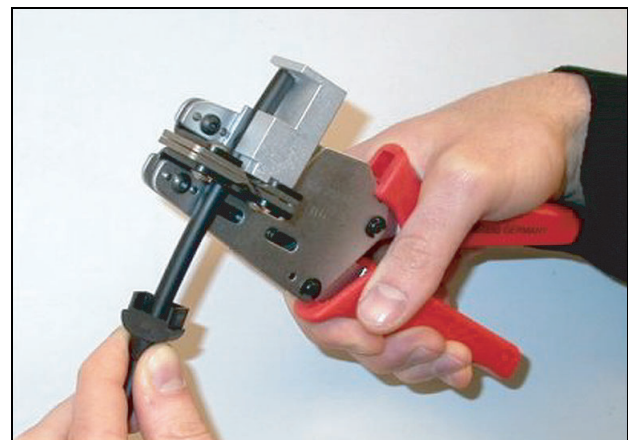

Abbildung 29.7: Isolierung des Kabels abziehen
- 5 Ziehen Sie mit dem Abisolierwerkzeug (Werkzeug 5) die Hülle des Kabels ab, indem Sie das Kabel bis an den Anschlag drücken (siehe Abbildung 29.7).